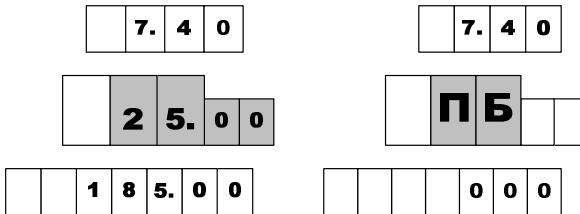

Рисунок 5
8.2 Для выдачи топлива необходимо задать дозу с системы управления. Когда устройство будет готово к отпуску топлива, в средней строке табло мигающими символами отобразится величина заданной дозы, а в случае отпуска "до полного бака" – символы "**ПБ**" (рисунок 5). Это дает клиенту удобный способ определить, когда можно начать заправку, а также убедиться, что задано именно то количество топлива, которое он заказывал. Для запуска налива необходимо снять раздаточный кран или подать команду "Пуск" с системы управления, после чего значения стоимости и объема на табло обнуляются. С этих пор на табло отображается *отпущеная* на текущий момент доза.